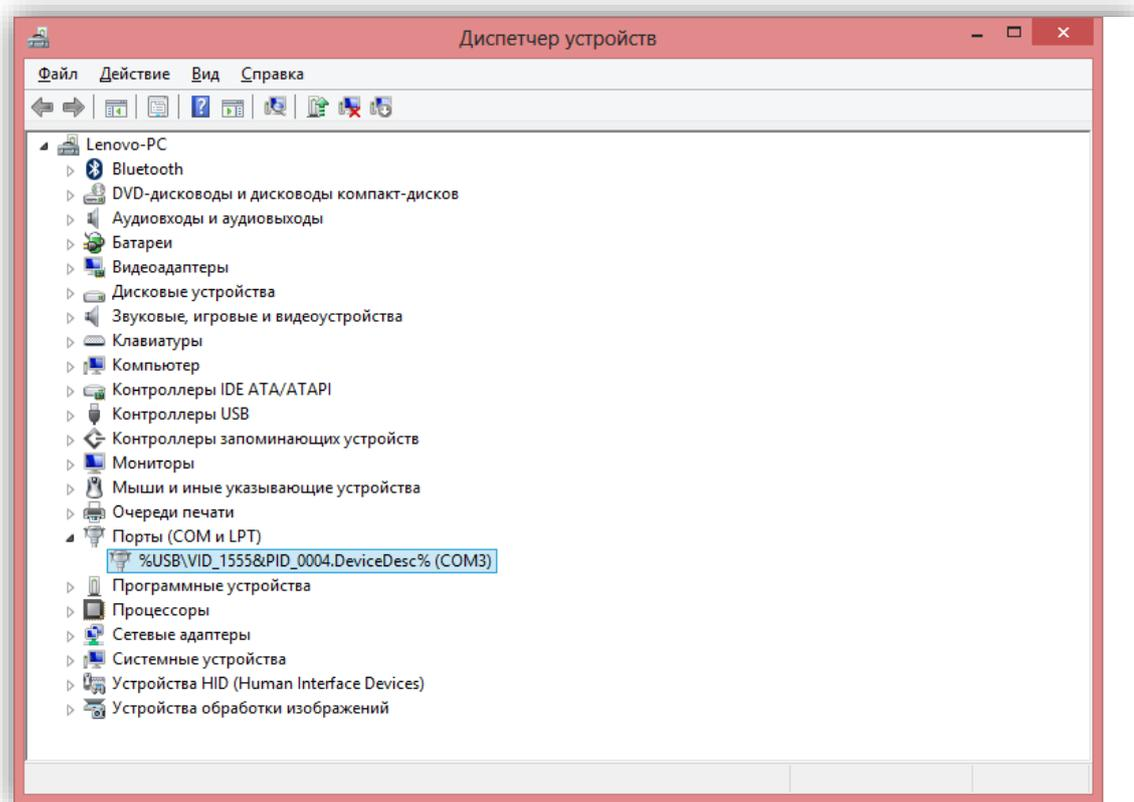

Рис. 1
3. Используя «Диспетчер устройств» убедитесь, что в системе появился новый COM-порт, запомните его номер (Рис. 1).